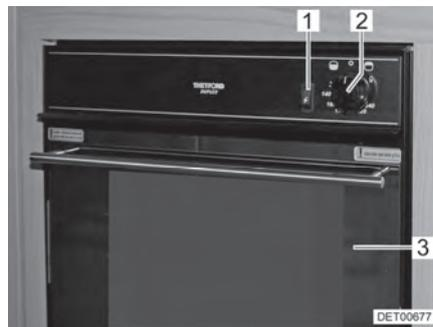
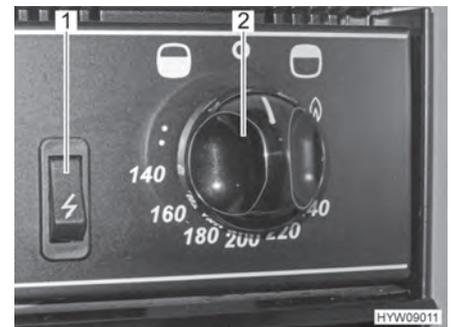

Fig. 118 Four à gaz avec grill
Fig. 119 Boutons de commande (four à gaz avec grill)
- Ouvrir complètement la porte du four (Fig. 118,3).
- Appuyer sur le bouton tournant (Fig. 118,2 et Fig. 119,2) et le régler à la puissance maximale en le faisant tourner dans le sens inverse des aiguilles d'une montre (en direction du symbole de four "☼").
- Enfoncer le bouton tournant (Fig. 118,2 et Fig. 119,2) et le maintenir enfoncé pendant 5 à 10 secondes. Le gaz s'écoule vers le brûleur.
- Appuyer sur l'interrupteur d'allumage (Fig. 118,1 et Fig. 119,1) jusqu'à ce que la flamme se consume.
- Appuyer sur le bouton tournant (Fig. 118,2 et Fig. 119,2) et le placer sur le symbole de la flamme e en le faisant tourner dans le sens des aiguilles d'une montre (en direction du symbole de grill "☀").
- Placer le bouton tournant (Fig. 118,2 et Fig. 119,2) sur "O". La flamme s'éteint.